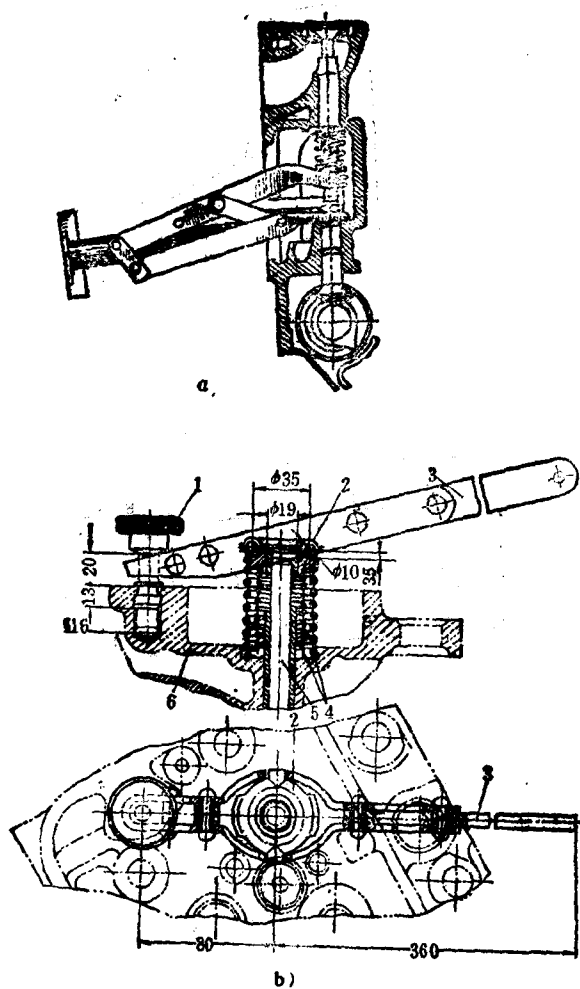

图1-1-4 用气门弹簧销装卸气门和气门弹簧
(1) 拆下气门室盖及衬垫, 检查气门顶标注次序号码。
(2) 在气门关闭时, 用如图1-1-4所示的气门弹簧钳将气门弹簧压缩, 用螺丝刀拨下锁片或用尖嘴钳取下锁销(不宜用手), 然后放松气门弹簧钳, 取出气门、气门弹簧及弹簧座。